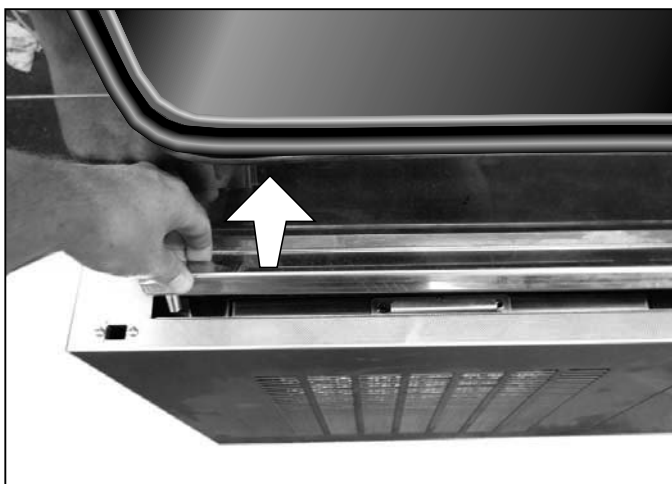

Abb. 40 Tropfschale entnehmen
2. Tropfschale entnehmen und leeren (Abb. 40).